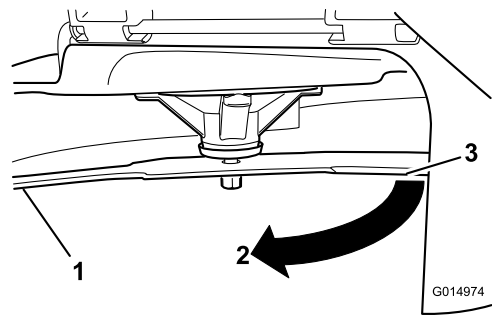

Bild 62
4. Drehen Sie dasselbe Messer um 180 Grad, sodass die andere Schnittkante jetzt in derselben Stellung ist (Bild 62).